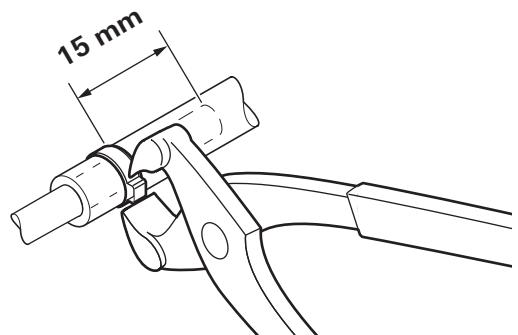

Figura 24
- Posizionare le fascette a orecchio facendo attenzione che il tubo del combustibile sporga dalle fascette di almeno 15 mm (Figura 24).